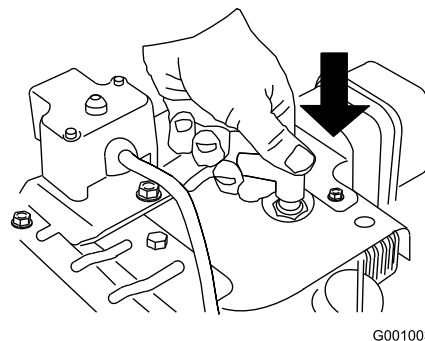

Figure 20
1. Branchez la bougie (Figure 20).